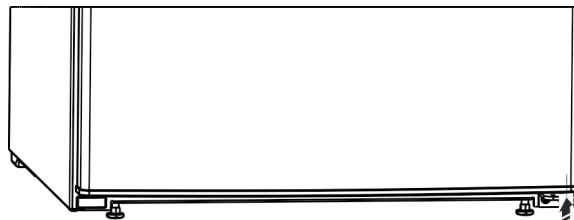

Fig. 9
- ▶ Remontați distanțierul Fig. 9 (13) în partea inferioară dreaptă a ușii, deoarece este important pentru stabilitatea aparatului.